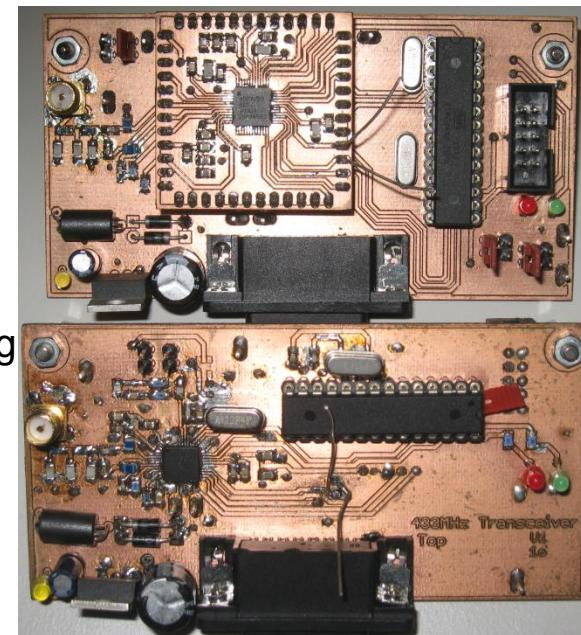

Abb. 1
- **Basis:** Vorhanden sind zwei Prototypen (Abb. 1), die als Sende-Empfangspaar dienen. Mit diesen Baugruppen kann die Übertragung eines PCM Signals dargestellt werden. Die Kommunikation mit dem integrierten Transceiverbaustein erfolgt über einen Mikrocontroller der Familie ATmega, der sich auf der gleichen Platine befindet und als Schnittstelle zu einem PC dient. Initialisierung und Parametrierung der IC's erfolgt über diesen Mikrocontroller durch Neuprogrammierung seines Programmspeichers. Es gibt z.Z. keine automatische und komfortable Kommunikation zwischen dem Gerät und dem Anwender.